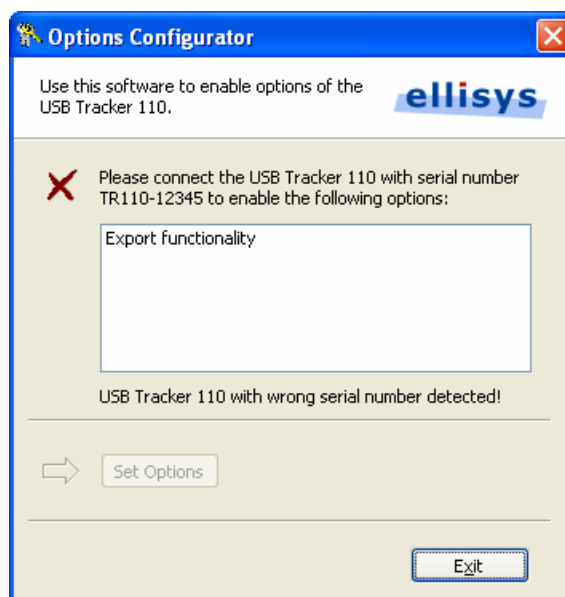

Figure 34 - Mauvais numéro de série détecté
- Un message d'erreur va être affiché si vous connectez un autre analyseur (voir Figure 34). Veuillez contacter votre distributeur local si vous avez connecté votre analyseur et ce message apparaît.